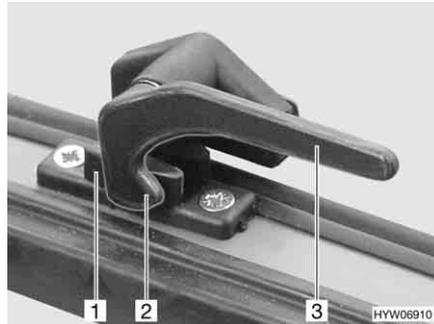

Bild 82 Verriegelungshebel in Stellung "geschlossen"
- Alle Verriegelungshebel (Bild 82,3) eine viertel Umdrehung zur Haubenmitte hin drehen.
- Alle Verriegelungshebel (Bild 82,3) eine viertel Umdrehung zum Rahmen hin drehen. Die Verriegelungsnase (Bild 82,2) liegt auf der Innenseite der Haubenverriegelung (Bild 82,1).
- in Stellung "fest verschlossen" (Bild 82)